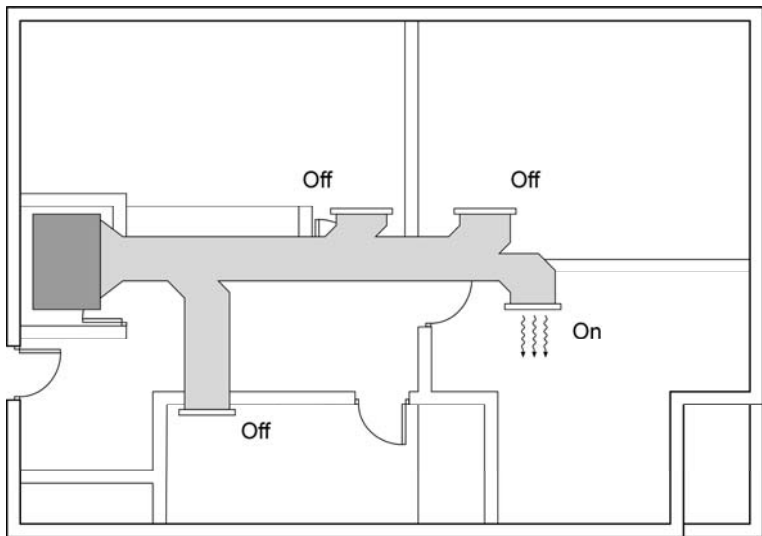

Fig. 4
- 3) Una vez realizado el ajuste anterior, ponga todas las zonas en Off y zona por zona vaya ajustando el deflector para conseguir una velocidad de impulsión comprendida en el rango de 2'0 m/s y 4'2 m/s. consulte el documento “Ajuste del Deflector” que se adjunta al Manual de Instalación del Sistema Airzone (Ver Fig. 4).
- 4) See "Deflector Manual" that is supplied with Airzone System (Ver Fig. 4).
- 4) Eteindre toutes les zones et, zone par zone, ajuster le déflecteur afin d'obtenir une vitesse de soufflage comprise entre 2,0 et 4,2 m/s. Consulter le document « Réglage du déflecteur » joint au manuel d'installation du système de zones (voir Fig. 4).
- 4) Una volta realizzate le equilibrature al punto precedente , mettere tutte le zone in OFF, e attivando zona per zona si aggiusti l'equalizzatore di flusso per ottenere una velocità di uscita dai terminali compresa tra i 2,0 e i 3,0 m/s. Consultare il documento settaggio dell'equalizzatore nel manuale di installazione del sistema Airzone (Vedere Fig. 4).